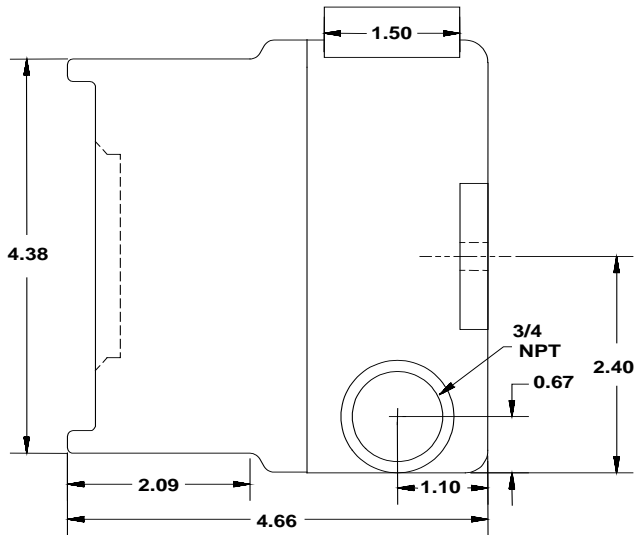

Abbildung 6: Verdrahtung des SS4-AS/-AS2 Detektorgehäuses – Seitenansicht
- a. Die Kabel durch eine der Kanalzuführungen in der Grundplatte des Metallgehäuses einführen. Siehe Abb. 6.
- Die Relaiskabel durch eine der Kanalzuführungen in der Grundplatte des Detektorgehäuses einführen. Siehe Abb. 6.